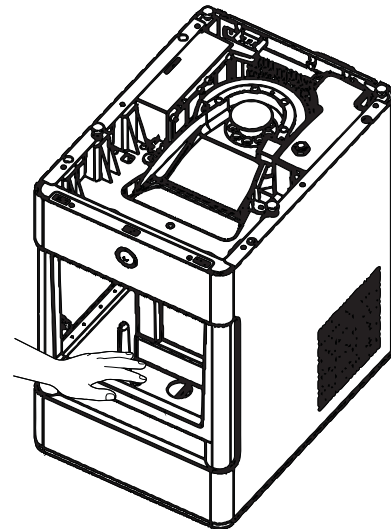

Figure 5
- Nettoyez les capteurs avec du vinaigre et essuyez avec de l'eau. Voir les figures 5, 6 et 7 pour référencer l'emplacement des capteurs. L'apparence peut varier selon le modèle.
11. Décrochez le haut des tuyaux de vidange à l'arrière de l'appareil. Voir la figure 5.